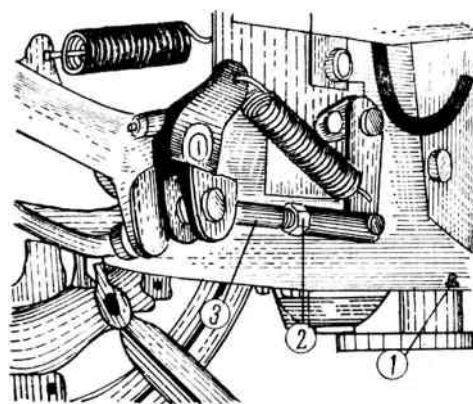

Fig. 1.17 – Reglarea cursei pedalelor de frânare de la tractoarele din grupa 445
- se strâng complet șuruburile 1 (fig. 1.17) și apoi se deșurubează cu o tură și jumătate, blocându-se în această poziție cu ajutorul contrapiulițelor;